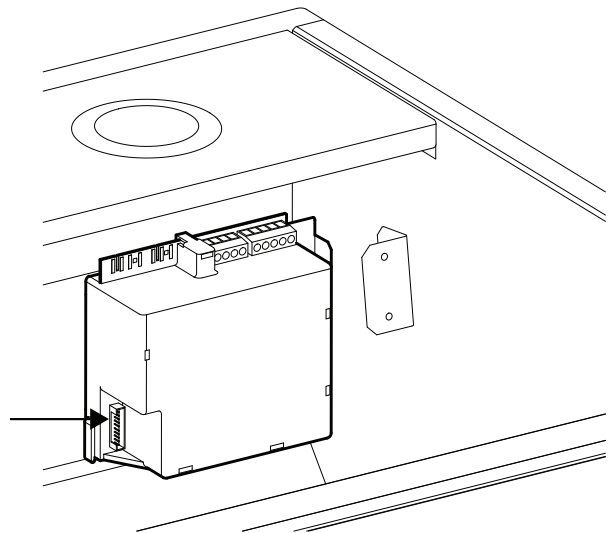

Figura 17: Conexión del tablero de relés
- a) Desenchufe el arnés del control remoto al tablero de relés (*Figura 17*).
- b) Enchufe el arnés incluido en el kit remoto (*Figura 17*).